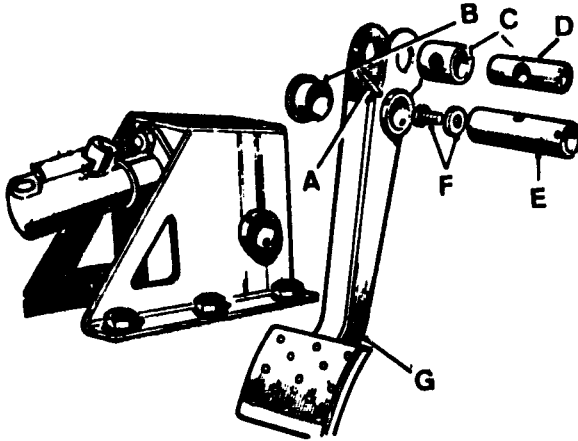

Fig. B-17 Pedal del embrague desmontado
- 1.3. Con un botador se extraerá el fiador (Fig. B-17) del eje y, luego éste y el pedal, en unión de la articulación, manguito separador y casquillo, piezas que podrán separarse si fuese necesario.
- a) Si se han montado casquillos del eje nuevo, B (Fig. B-17) se rectificarán a un diámetro de  $15,87 \pm 0,02$  mm.
- b) Antes de montar el conjunto del pedal en el salpicadero, se rellenará con aceite SAE-20 el eje del pedal E (Fig. B-17), montando a continuación el tapón y la junta F.